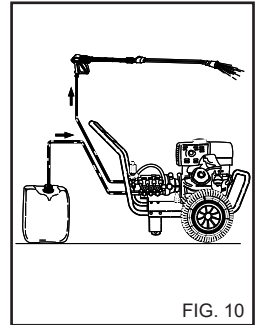

FIG. 10
1) Después del uso con detergente, aclarar el circuito de aspiración; introducir el tubo de aspiración del detergente (fig. 10) en un bidón de agua limpia y hacer funcionar la bomba durante 1 minuto con el grifo de dosificación completamente abierto y la lanza en fase de suministro de detergente.
- 4) Después del uso con detergente, aclarar el circuito de aspiración, introducir el tubo de aspiración (fig. 10) del detergente en un bidón de agua limpia y hacer funcionar la bomba durante 1 minuto y la lanza en fase de suministro del detergente.